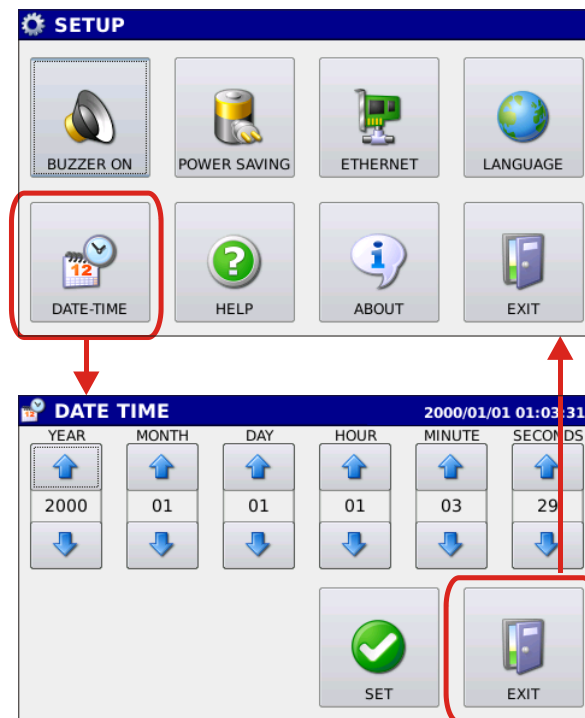

Figura 6.9: Finestra per l'impostazione della data e ora.
6.5  **Impostazione data e ora.** Premendo il tasto Data-time si accede al pannello per l'impostazione della data e dell'ora (figura 6.9).